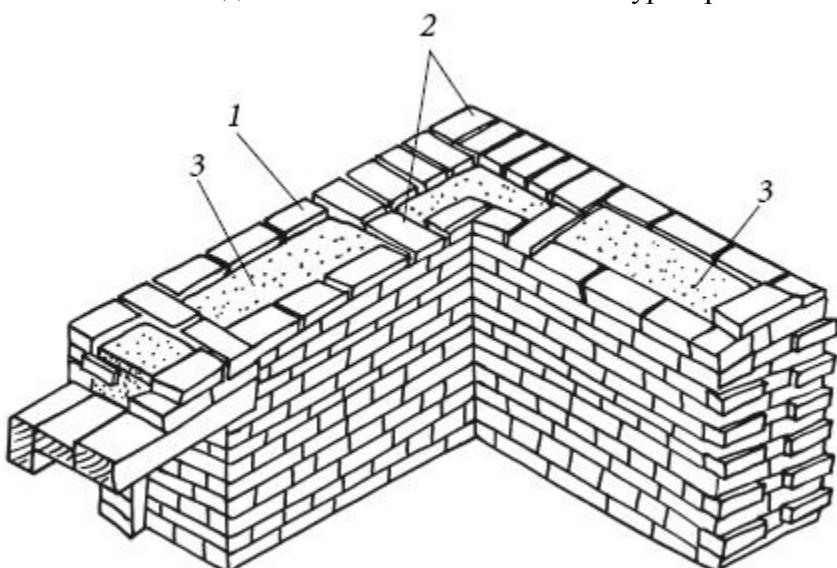

Рис. 13. Облегченная колодцевая кладка стены: 1) продольные стенки; 2) поперечные стенки; 3) внутренний слой утеплителя
2. Кладку устраивают из двух параллельных стенок (внутренняя кладка и внешняя), между которыми оставляют зазор 14 – 34 см для устройства теплоизоляции. По длине стены внутреннюю и внешнюю параллельные стенки соединяют поперечными толщиной в полкирпича с шагом 65 – 120 см (рис. 13). Кладку ведут обычными для каменных работ методами, укладывая раствор толщиной около 1 см между слоями кирпича и отдельными камнями. Раствор укладывают и разравнивают кельмой. Кирпичи втапливают в раствор, проверяя горизонтальность и вертикальность ряда горизонтальным уровнем и отвесом. Ровности стены добиваются натягиванием шнура-причалки от одного угла до другого.